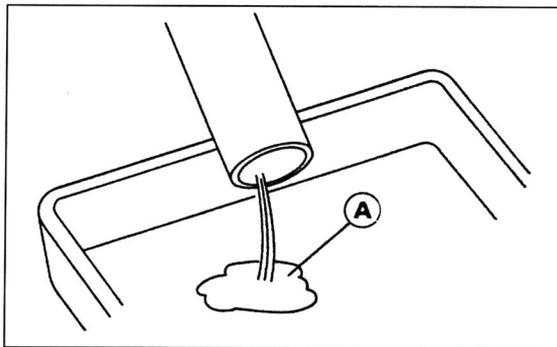

Bild 285
- Gabelbeine umdrehen und Gabelöl in Auffanggefäß ablassen (Bild 285). Dabei Gabelrohre mehrmals zusammenpumpen.